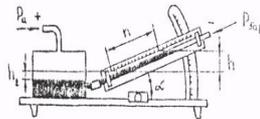

Рис.1.
• (Д/З) Для измерения малых избыточных давлений или небольших разрежений применяются микроманометры (рис.1).